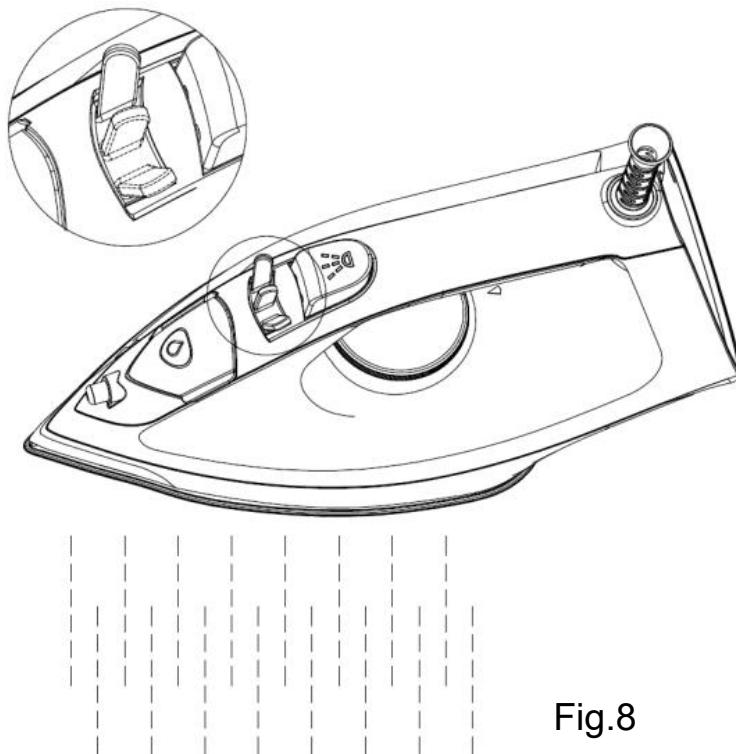

Fig.8
44.Dovremmo pulire l'apparecchio regolarmente in base alla durezza dell'acqua e alla frequenza di utilizzo . Per attivare la funzione Clean, ruotare la manopola Steam sull'impostazione Clean e tenerla premuta (vedere Fig.8), quindi l'apparecchio entra in modalità clean. E l'apparecchio entrerà in modalità steam dopo aver rilasciato la manopola Steam.
- (7) Non toccare mai la piastra calda prima che si sia raffreddata !
- (8) Per far sì che la piastra rimanga liscia, è necessario evitare che entri in contatto con oggetti metallici. Non utilizzare mai una spugnetta abrasiva, aceto o altri prodotti chimici per pulire la piastra.
14. Pulire regolarmente l'interno dell'apparecchio attivando la funzione Clean (vedere Fig.8).